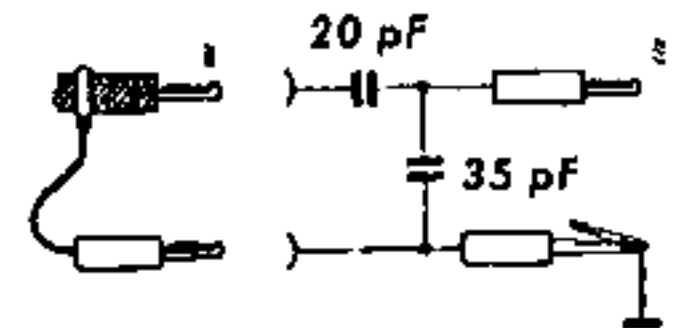

Abb. 5
- Künstliche Antenne für Abgleich- und Empfindlichkeitsmessungen verwenden gemäß Abb. 5.
Bei den Meßsendern der Fa. Neuwirth EP 104 A und EP 104 B entfällt die zusätzliche künstliche Antenne nach Abb. 5, wenn für diese Meßsender eine aufsteckbare künstliche Antenne vorhanden ist.